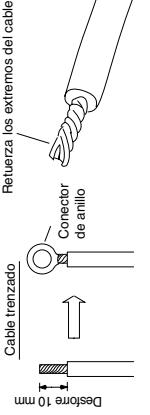

Fig. 3-26
- (1) Corte el extremo del cable con alicates de corte, quite el aislante para exponer los conductores trenzados unos 10 mm y retuerza con fuerza los extremos de los cables. (Figs. 3-26 y 3-27)
- (2) Utilizando un destornillador, extraiga los tornillos del terminal de la placa de terminales.
- (3) Empleando un fijador de conector de anillo o alicates, fije con seguridad cada extremo del cable trenzado con un conector de anillo. (Fig. 3-26)